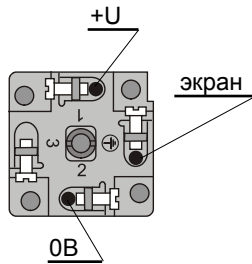

Рис. 2: Внутренняя часть коннектора GDM
Электрическое подключение к кабелю питания производится без напряжения резьбовыми клеммами в разборном коннекторе GDM, размещенном на головке измерителя уровня. Положительный полюс питания (+) подключается к клемме (1), отрицательный полюс питания (0V) подключается к клемме (2) - см. рис. 2 и 3.